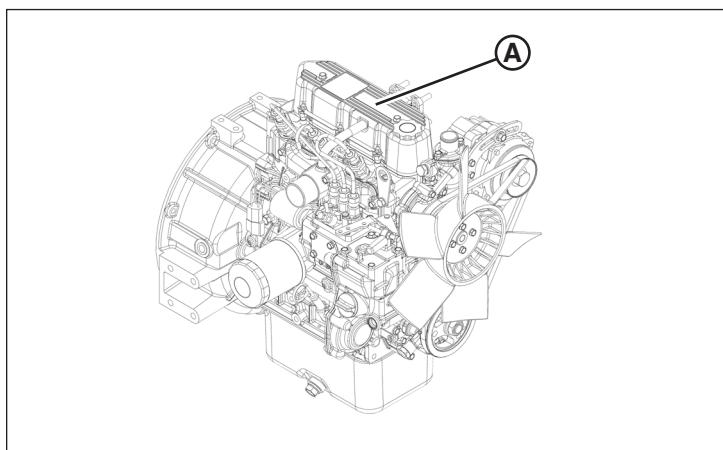

Figure 28
**Mitsubishi** : la plaque portant le numéro de série du moteur (**A**, figure 28) se trouve en haut de ce dernier.